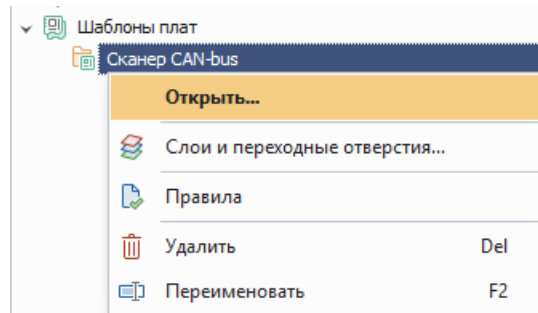

Рис. 131 Вызов редактора шаблона
2. Вызовите контекстное меню и выберите пункт «Открыть...», либо дважды кликните по названию шаблона, Рис. 131.